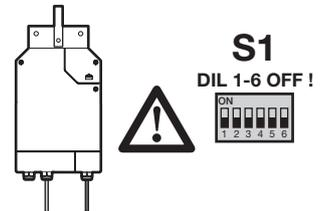

Abb. 6-1: DIL-Schalter „Integrierte Steuerung“
3. Im Antrieb (Integrierte Steuerung) müssen alle DIL-Schalter auf OFF-Position stehen (siehe Abb. 6-1).